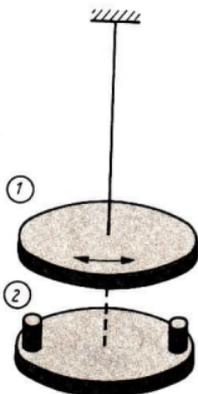

Bild 57
- 10.15 Das Massenträgheitsmoment eines kleinen Schwungrades soll experimentell bestimmt werden. Zu diesem Zweck befestigen wir es nach Bild 57 an einem Stahldraht und lassen es Torsionsschwingungen ausführen. Wir messen die Zeit t_1 für 100 Perioden. Danach befestigen wir zwei Wägestücke (Masse m_2 je $\frac{1}{5}$ bis $\frac{1}{10}$ der Masse m_1 des Schwungrades), wie auf dem unteren Bildteil erkennbar.